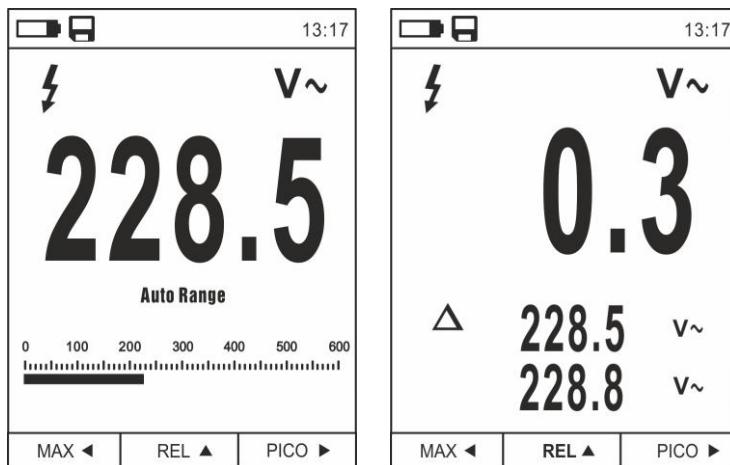

Fig. 8: Medição Relativa
- Premir o botão **REL ▲** para entrar na medição Relativa (ver Fig. 8 – parte direita). O instrumento coloca em zero o display e guarda o valor apresentado como valor de referência ao qual serão referidas as próximas medições. O símbolo “ Δ ” é apresentado no display. As funções “MAX/MIN” e “PICO” não estão ativas nesta modalidade